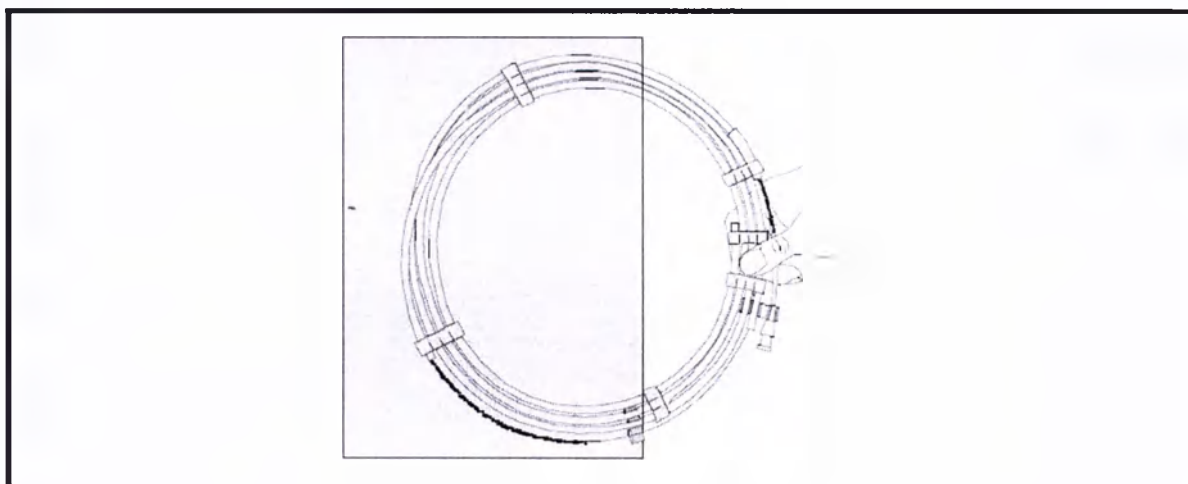

Рисунок 2. Изъятие комплекта диспенсерной катушки из пакета
2. Открыть пакет, содержащий диспенсерную катушку с комплектом муфты орошения/смачивания, и достать комплект из пакета (См. рисунок 2).